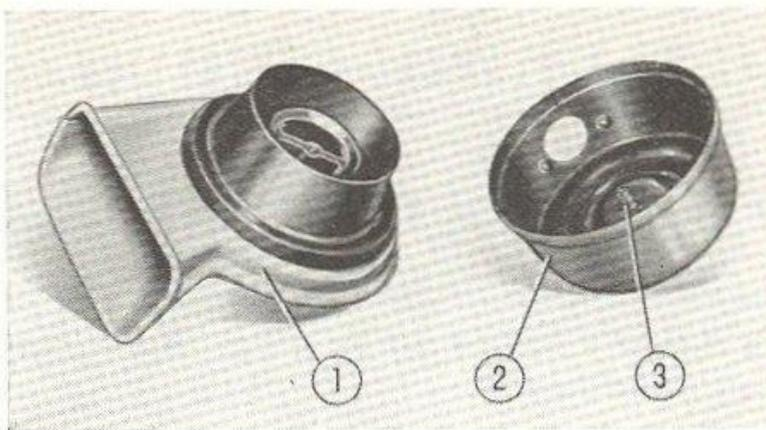

Fig. 16. - Préfiltre dés-
**Il est important de vérifier également le dépôt de poussière dans le préfiltre:** s'il arrive presque au centre du regard, démonter le préfiltre en desserrant son collier, le désassembler et évacuer la poussière (voir fig. 16).